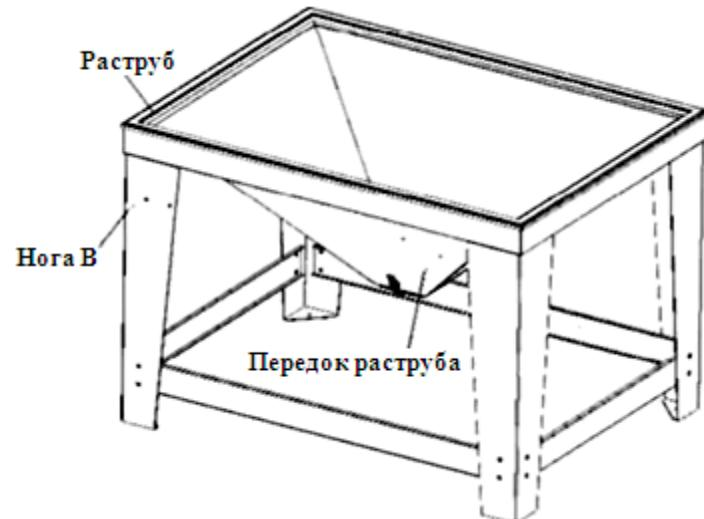

Рис. 8. Вставка раstrуба в основание.
5. Поставьте собранное основание как показано на Рис.8. Вставьте раструб в раму. Передок раструба должна быть обращена к ноге В.